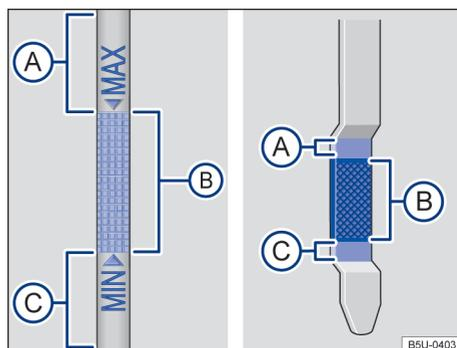

Fig. 150 Vareta de medição do óleo com marcas de nível do óleo do motor.
7. Retirar novamente a vareta de medição do óleo e ler o nível no óleo do motor na vareta de medição → Fig. 150 da seguinte maneira:
13. No final do processo de abastecimento do óleo, o nível do óleo do motor deve estar, ao menos, no meio da área → Fig. 150  **B**, mas jamais acima da área  **A** → .
- Não ligar o motor se o nível do óleo do motor estiver acima da área → Fig. 150  **A**. Procurar auxílio técnico especializado. Caso contrário, o catalisador e o motor podem ser danificados! ▶
O nível do óleo do motor não deve em nenhuma hipótese ultrapassar a área → Fig. 150 (A). Com o nível acima dessa área, o óleo pode ser aspirado pela ventilação do cárter, sendo lançado na atmosfera pelo sistema de escape. Além disso, o óleo pode ser queimado dentro do catalisador, danificando-o.
Em caso de alta demanda do motor, o nível do óleo do motor deve estar o mais próximo possível da área → Fig. 150 (A) – sem ultrapassar, como, por exemplo, em longas conduções em estrada durante o verão ou durante travessias de montanhas.